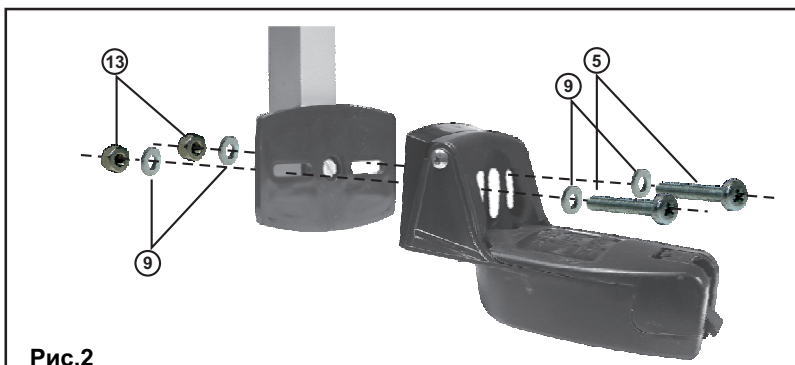

Рис.2
2. Датчик эхолота крепится с помощью **пластиковой насадки (3)** (рис.2). При этом используется пластиковый кронштейн в виде площадки, который поставляется в комплекте с датчиком эхолота.
Конструкции большинства моделей датчиков позволяют использовать как первый, так и второй способ установки. Однако существуют датчики специфической конструкции, которые могут быть установлены только с помощью пластиковой насадки (3). Такие датчики устанавливаются в сборе (с использованием крепежных элементов, поставляемых с датчиком эхолота), посредством крепления пластикового кронштейна-площадки к пластиковой насадке (3) двумя винтами (5) (рис.2).
В некоторых случаях при установке датчика с помощью боковых пазов (рис. 2) может помешать винт крепления насадки к перемещаемой трубке. В такой ситуации можно закрепить датчик используя центральное резьбовое отверстие в перемещаемой трубке и один из боковых пазов насадки с помощью подходящих для этого винтов.